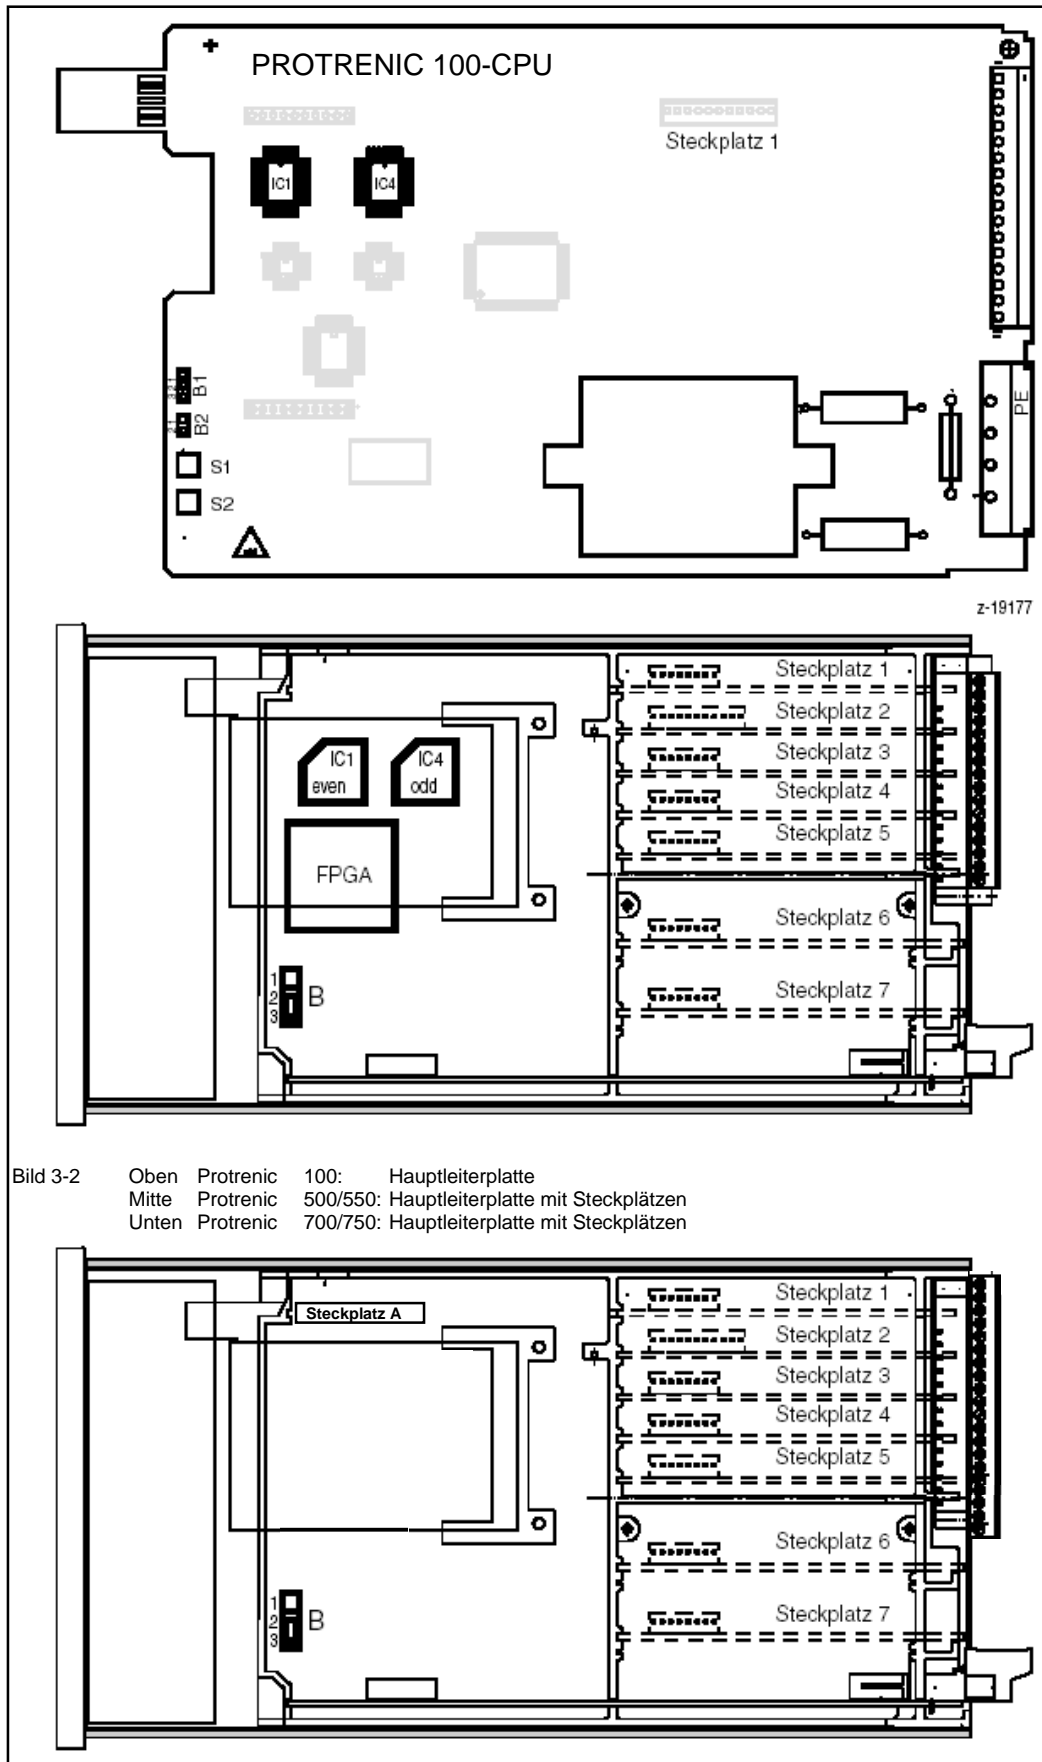

Bild 3-2 Oben Protrenic 100: Hauptleiterplatte
1. Modulträger entriegeln: Knebel *K* eine Viertelumdrehung gegen den Uhrzeigersinn in die Stellung ① drehen.
3. Modul seitlich stecken bzw. herausziehen (Steckplätze siehe Bild 3-2 auf Seite 20). Beim Stecken des Moduls ist darauf zu achten, dass das Modul vorsichtig bis zum Anschlag eingeschoben wird.